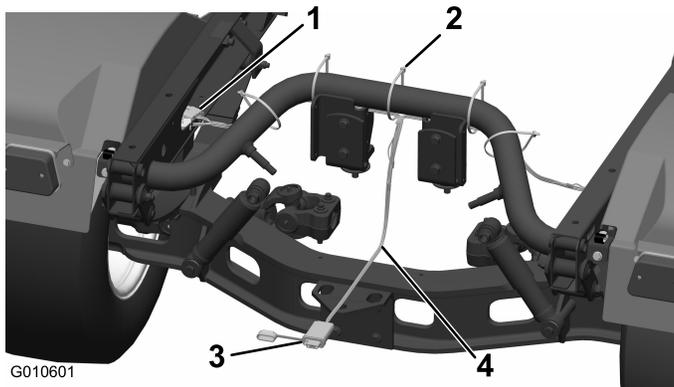

Figura 1
3. Coloque os fios eléctricos a partir do engate do atrelado até ao tubo da estrutura traseira. Em seguida, separe os dois lados dos fios, encaminhando cada um ao longo da parte inferior do tubo da estrutura traseira até às aberturas das calhas da estrutura lateral como se mostra em Figura 1.
6. Utilizando as 5 braçadeiras, prenda os fios eléctricos das luzes do atrelado ao tubo traseiro nos locais mostrados em Figura 1.